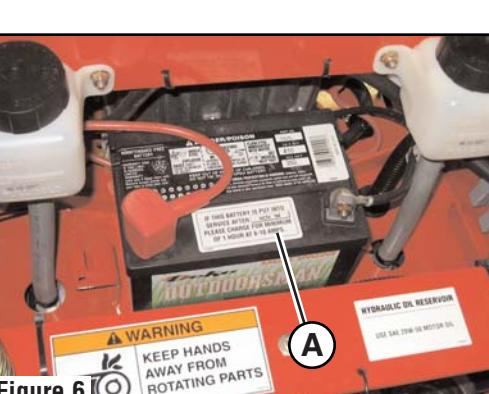

Figure 6
- Check the date on the top or side of the battery (A, Figure 6). If the unit is being put into service after the date indicated on the battery, charge the battery for one hour at 6-10 amps.
- Vérifier la date figurant sur le dessus ou le côté de la batterie (A, Figure 6). Si l'unité est mise en service après la date indiquée sur la batterie, charger la batterie pendant une heure à 6 à 10 A.